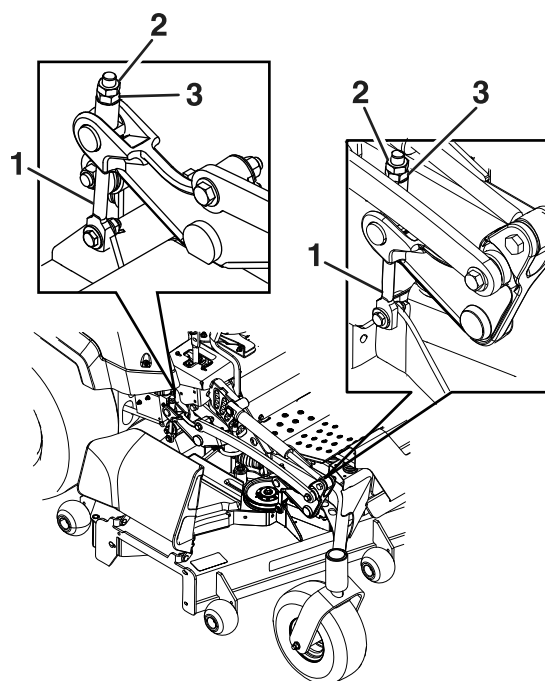

Bild 77
8. Drehen Sie die Einstellmutter am Frontmähwerkhub, um eine genaue Einstellung zu erreichen (Bild 77).